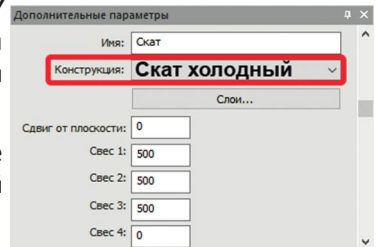

рис. 62
2. Задайте параметры ската: в поле **Конструкция** выберите значение **Скат холодный** (рис. 62).